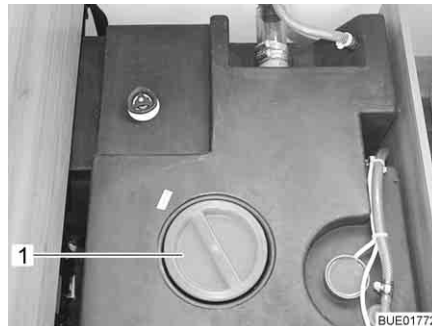
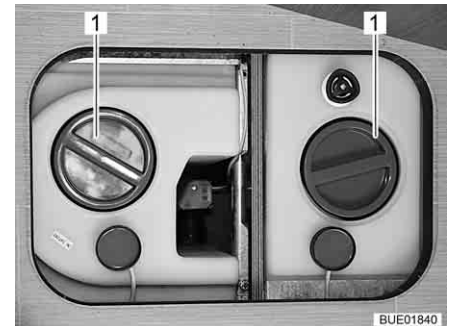

Fig. 248 Serbatoio dell'acqua con maniglia girevole (Viseo)
Fig. 249 Serbatoio dell'acqua con maniglia girevole (Elegance)
- Staccare il coperchio (Fig. 248,1 o Fig. 249,1) del serbatoio dell'acqua.